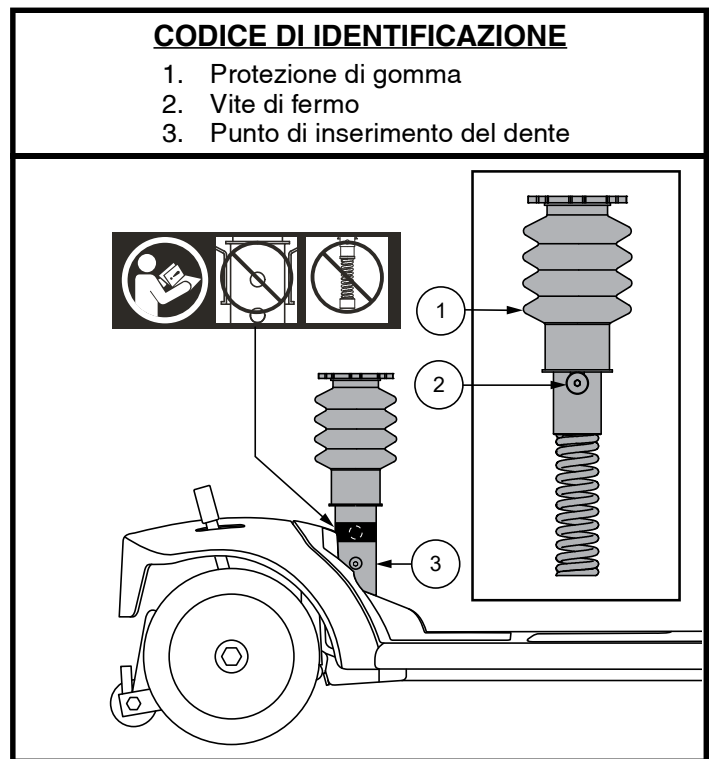

Figura 14. Regolazione della sospensione della sella
INCLINAZIONE DEL MANUBRIO (Vedere figura 14)
2. Rimuovere il reggisella superiore dal veicolo rimuovendo il bullone di spallamento dalla parte inferiore del reggisella, quindi sollevare il reggisella verso l'alto e rimuoverlo dal veicolo. **Vedere la figura 14.**
NOTA: *Non installare il reggisella nel foro superiore con il sedile ammortizzato. Vedere la figura 14. In caso contrario, il reggisella ammortizzato non funzionerà.*